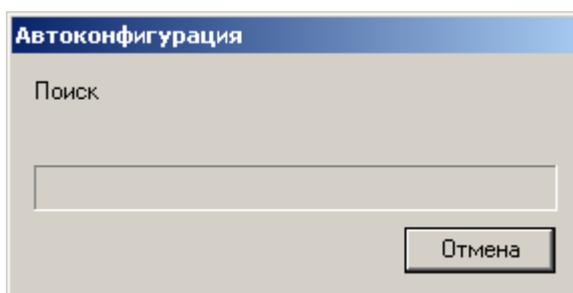

Рис. 3.3—2 Индикатор выполнения процесса поиска
*Примечание.* Для остановки процесса поиска устройств необходимо нажать на кнопку **Отмена** в окне **Автоконфигурация** (см. Рис. 3.3—2).